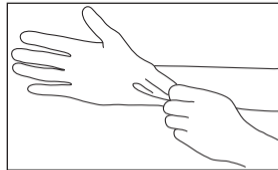

Fig. 6
1) Póngase siempre guantes de protección, una máscara y gafas de protección por seguridad y para reducir al mínimo el riesgo de infección (Fig. 6).